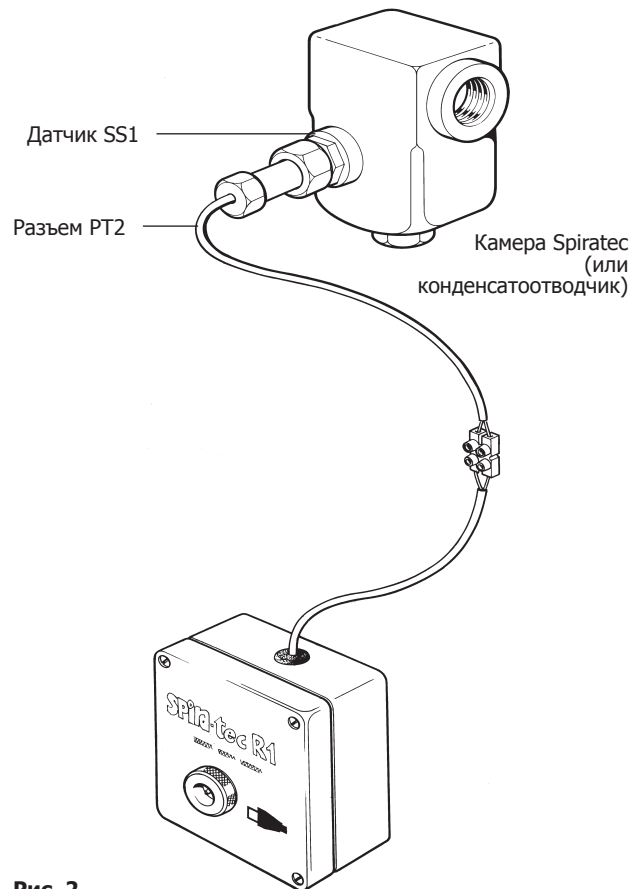

Рис. 2
3. Соедините разъемы PT2 или PT3 с датчиками SS1. Нарастите существующий кабель 1,25 м подходящим по длине двужильным кабелем. Тип кабеля особого значения не играет. Главным условием является защита кабеля от влаги. Нарощенный кабель должен быть пропущен через водонепроницаемое уплотнение кабеля (рис. 2).